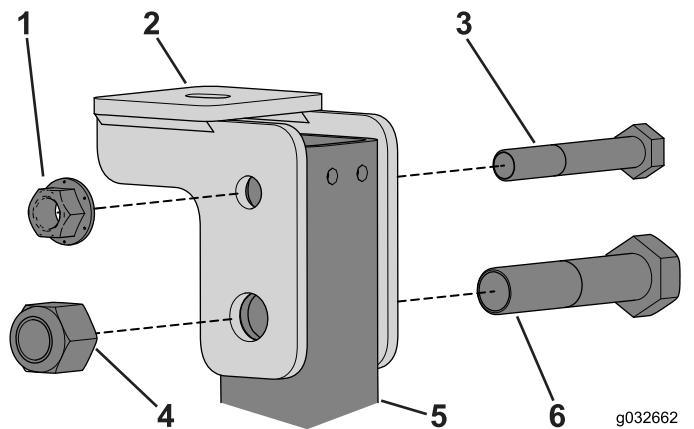

Рисунок 71
2. С помощью болтов [ $(\frac{1}{2} \times 3\frac{1}{4}$  дюйма) и  $(\frac{3}{4} \times 3\frac{1}{2}$  дюйма)] установите, не затягивая, кронштейн крепления кабины с каждой стороны трубы ROPS (Рисунок 71).
6. Затяните болты и гайки, которые крепят монтажные опоры кабины к стойкам конструкции защиты оператора при опрокидывании машины (ROPS) (Рисунок 71).